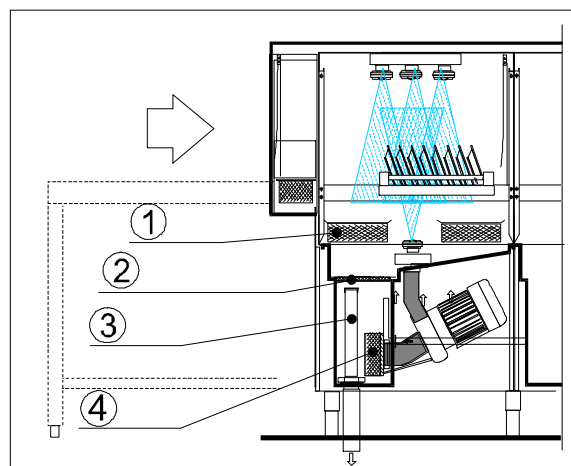

fig. 4 – Zone de Pré-lavage
- 3) Periodiquement , fermer la machine et enlever le filtre du pré-lavage (éventuel) (fig.4 filtres n.1) et de lavage (fig.4 filtre n.2) et les libérer des restes qui s'y sont accumulés ; il est conseillé acheter d'autres casiers filtre afin de n'être pas obligés d'arrêter la machine pour un temps prolongé.
5 – Soulever les trop plein (fig.4 – n.3) pour vider les cuves de l'eau (attention ! pas necessaire pour machine dotée de vanne de vidange);
7 – Quand tout est propre et l'eau s'est écoulée complètement extraire et nettoyer soigneusement les filtres plats des cuves et les filtres aspiration pompe (fig.4 – n.2-4) et ceux à panier du prélavage (quand il